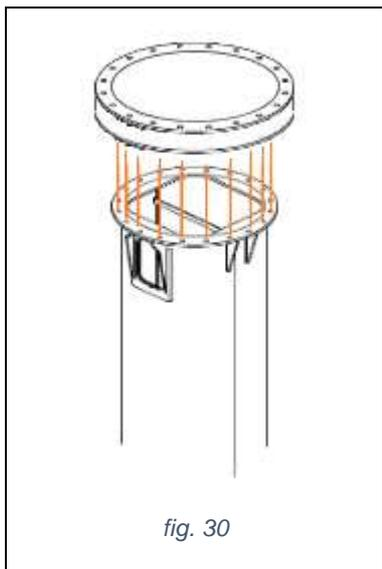

fig. 30
2. Attacher la couronne et la placer sur la plaque supérieure de la colonne, en faisant correspondre les trous (fig. 30).